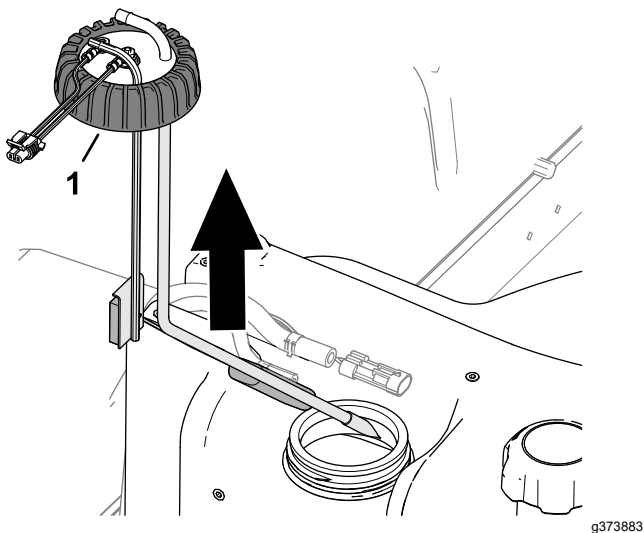

Figura 125
5. Afloje el tapón del sensor de combustible (Figura 125).